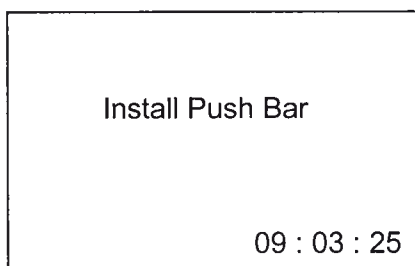
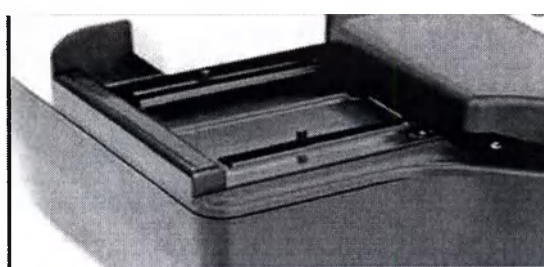

Рис. 4.3 Вид дисплея
Рис. 4.4 Вид планшета
2) После того как толкатель снят, нажмите курсорную клавишу “вправо” (►). Дисплей будет выглядеть, как показано на рис.4.3. Планшет сдвинется вправо (рис. 4.4).